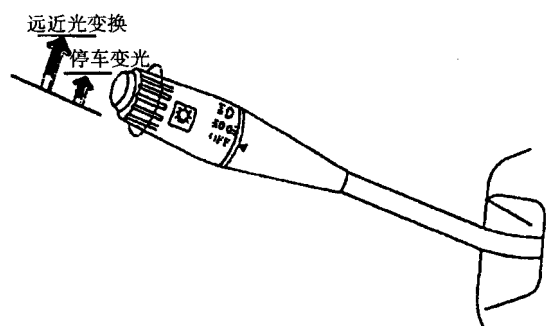

图 1-6 组合开关左手柄
(1) 左手柄 如图 1-6 所示, 该开关为操纵杆式, 在转向柱左侧。主要用于控制灯光和照明信号。